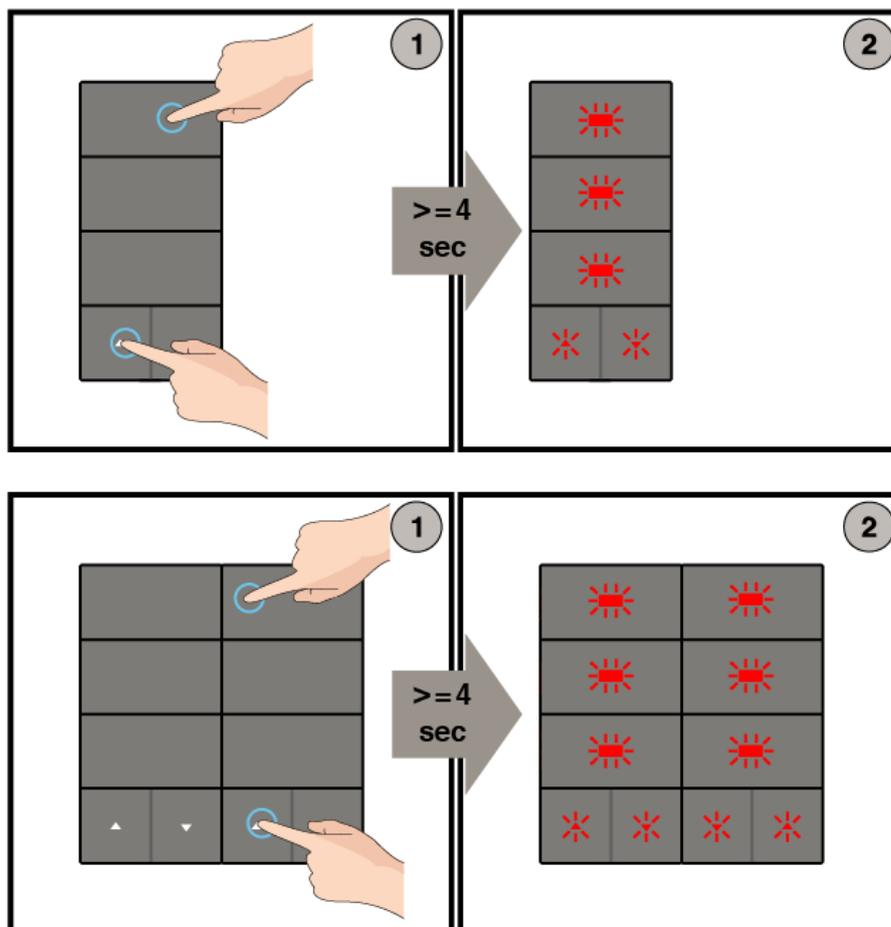

Figura 3 - Programmazione dispositivo
- commutare il funzionamento dell'apparecchio in modalità di programmazione premendo contemporaneamente per almeno 4 secondi (si veda lo step 1 in Figura 3)
- rilasciando i pulsanti, tutti i LED lampeggiano con colore rosso (step 2 in Figura 3); il dispositivo è in modalità programmazione;
Per effettuare il reset del dispositivo, tenere premuta la stessa combinazione di tasti utilizzata per entrare in modalità programmazione (Figura 3), per un periodo di tempo pari ad almeno 10 secondi; i LED dapprima lampeggiano e successivamente si spengono: il reset è stato effettuato. A questo punto è necessario effettuare nuovamente l'indirizzamento e la configurazione del dispositivo mediante ETS.